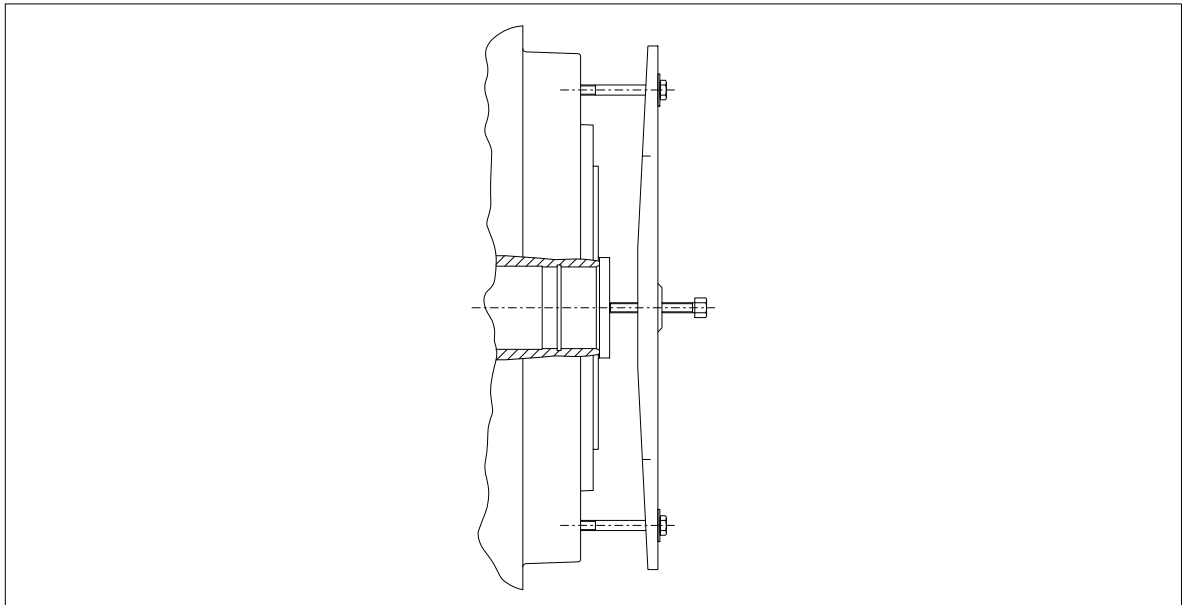

图 14: FLUDEX 联轴器的拆解
为了拔出外壳和盖，使用带桥和拉紧螺栓的压杆，如图 14 所示。压力作用在钢空心轴的端面上。将拉紧螺栓放入外壳或盖的法兰螺纹 (108)。拔出外壳和盖后，可以得到内部部件（滚动轴承、轴密封圈等）。应当在每次拆解联轴器时更换密封元件。